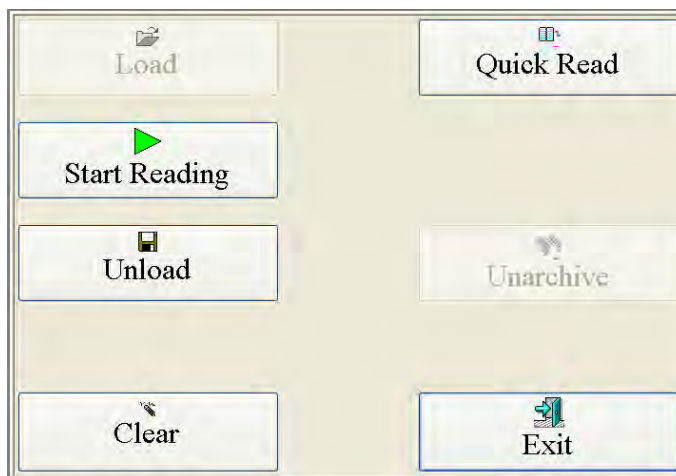

Figura 35: Menú principal - Descargar
2. Seleccione el botón **Quick Read** del menú principal. Vea la Figura 35 en la página anterior.